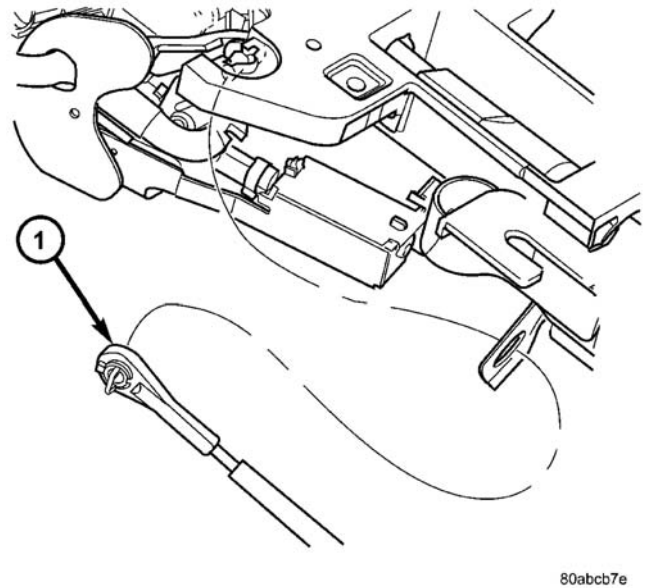

图 217 在转向管柱处的换档拉线
- (9) 从换档杆上断开换档拉线（图 217）。
- (10) 从转向管柱支架拆下换档拉线（图 217）。